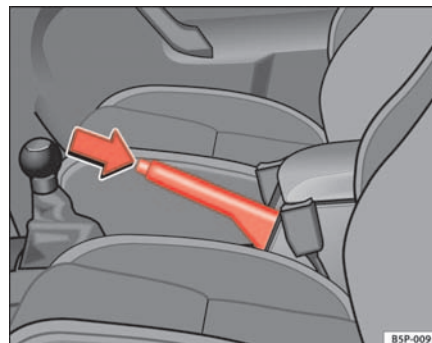

Abb. 99 Handbremse zwischen den Vordersitzen
⇒ **Abb. 99.**
- Ziehen Sie den Hebel etwas nach oben, drücken Sie den Entriegelungsknopf in Pfeilrichtung ⇒ **Abb. 99** und führen Sie den Handbremshebel ganz nach unten ⇒ .